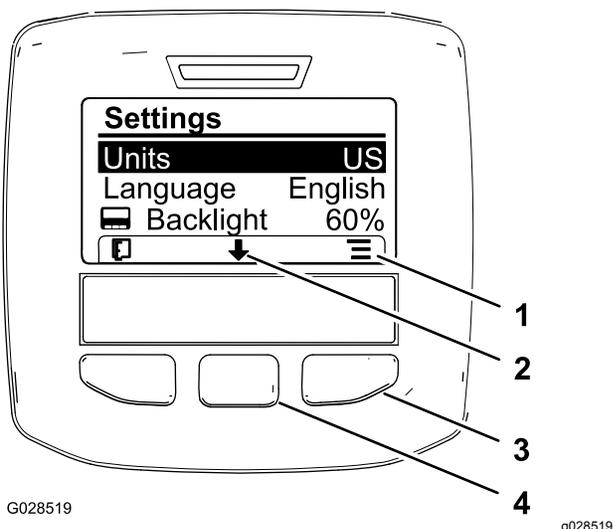

Рисунок 53
2. Чтобы изменить перечисленные на экране единицы измерения, нажмите правую кнопку выбора (Рисунок 53).
3. Чтобы изменить язык сообщений на дисплее, нажмите среднюю кнопку выбора (кнопка под значком «стрелка вниз» на дисплее), чтобы выбрать пункт Language (Язык) (Рисунок 53).
4. Нажмите правую кнопку выбора (кнопки под значком «Список» на дисплее), чтобы выделить язык из перечня языков, используемый для сообщений на дисплее (Рисунок 53).
6. Нажмите левую кнопку выбора для возврата на главную страницу (Рисунок 53).